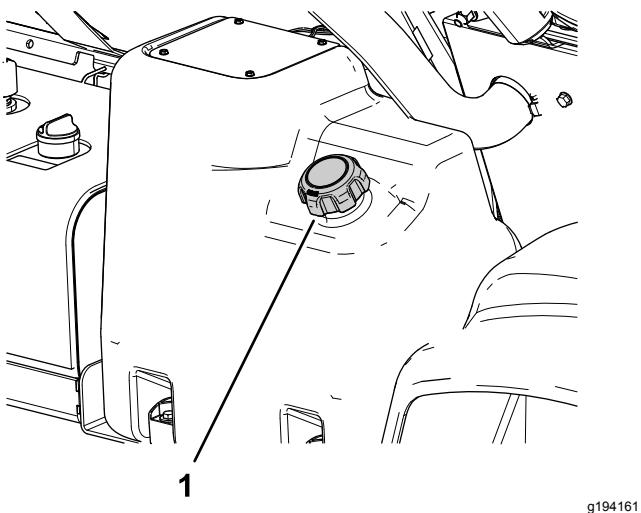

Figura 20
2. Pulite intorno al tappo del serbatoio del carburante (Figura 20).